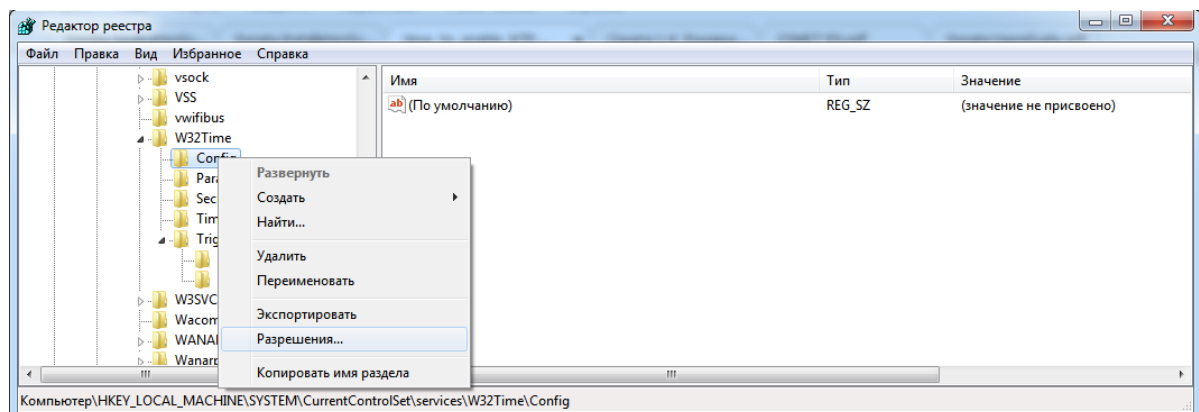

Рисунок 3.11 - Выбор пункта Разрешения... в контекстном меню папки Config
3. Далее необходимо добавить привелегии полного доступа для группы администраторов для W32Time-Config. Для этого в левом окне редактора реестра необходимо нажать правой клавишей мыши на вложенную в W32Time папку Config. Воткрывшемся контекстном меню нужно выбрать Разрешения... (см. рис. 3.11).